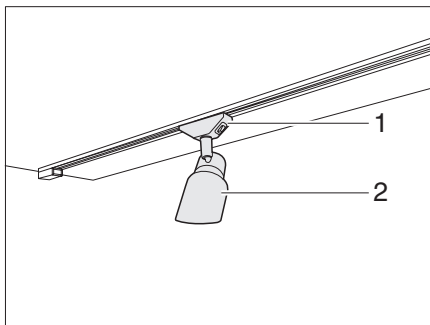

Fig. 44 Foco de LED (ejemplo)
- ▶ Sujetar el soporte (Fig. 44,1) y girarlo en 45°.
- ▶ LED-Extraer el foco (Fig. 44,2) del sistema de rieles.
- ▶ Colocar el foco de LED (Fig. 44,2) en el sistema de rieles en la posición deseada y girarlo en 45°.